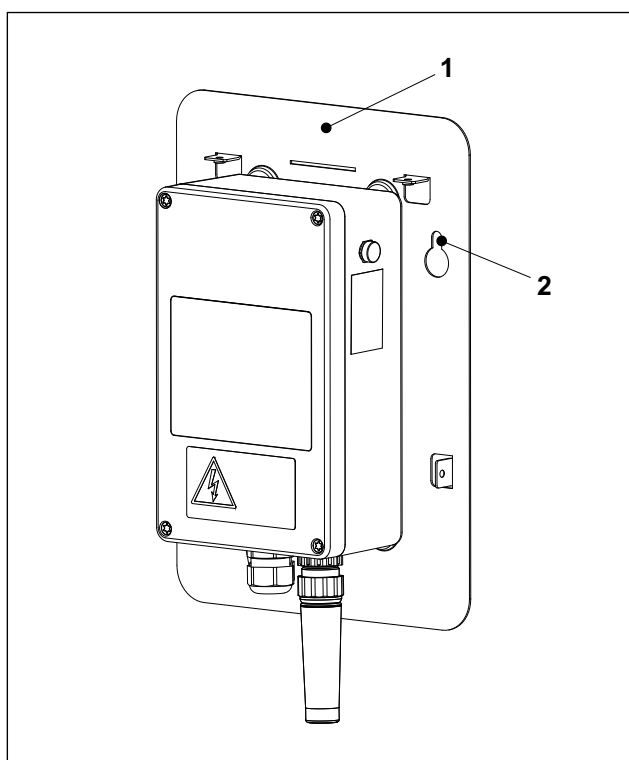

Abb. 2 Anschraubplatte mit Elektronikgehäuse
4. Anschraubplatte (Abb. 2/1) der Wallbox in die zwei Befestigungsschrauben einhängen (Langlöcher Abb. 2/2).